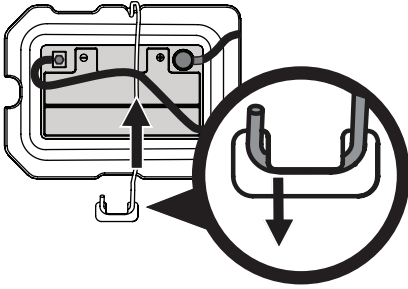

Figure 22
NOTE : Le faisceau électrique doit être placé au-dessus de la barre de retenue de la batterie. Autrement, il risque d'être endommagé (Figure 22 à la page 88).
3. Enlevez la tige de retenue de la batterie. Pour ce faire, pressez l'extrémité recourbée pour la faire sortir de la patte sur l'aile à droite de la batterie. Faites pivoter la tige de retenue de la batterie (b) vers le haut et retirez la batterie (Figure 22).